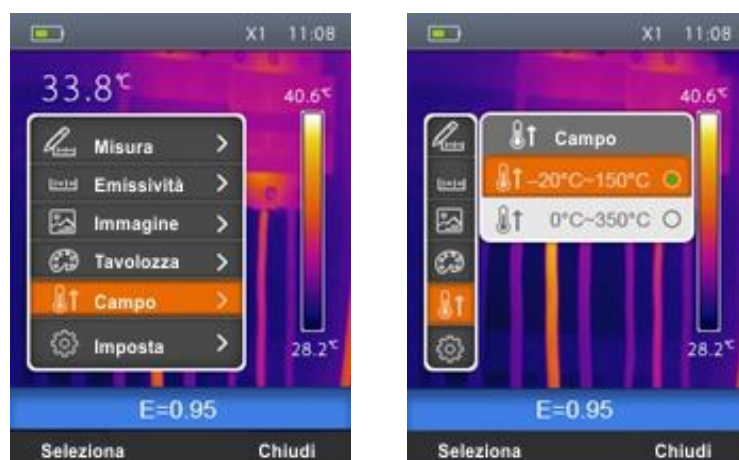

Abb. 22: Einstellung des Messbereiches des Gerätes
1. Wählen Sie "Bereich" mit den  $\oplus$  oder  $\ominus$  Tasten aus und drücken Sie die Taste. Die Bildschirmseite Abb. 22 – Rechte Seite erscheint im Display.